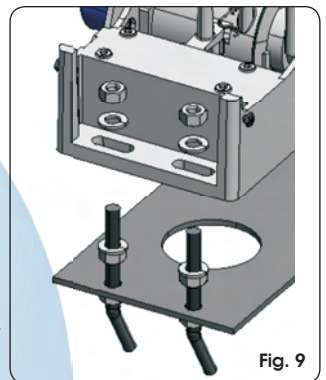

Fig. 9
- ④ Coloque el operador sobre la placa utilizando las arandelas y las tuercas suministradas en dotación como muestra la Fig.9.